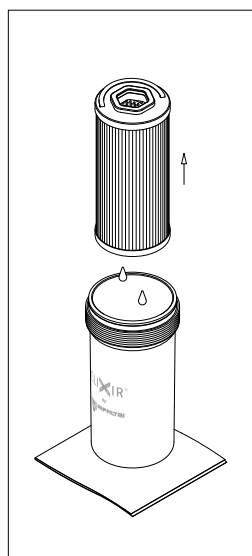

fig. 11
- (Fig. 11) Estrarre l'elemento filtrante predisponendo una protezione per il gocciolamento di fluido di lavoro. Rimuovere tutte le guarnizioni dal contenitore e dall'elemento filtrante e predisporre i ricambi, facendo riferimento alle parti di ricambio al paragrafo 12. Pulire la sede della testata, il codolo e il contenitore. Verificare la loro integrità.